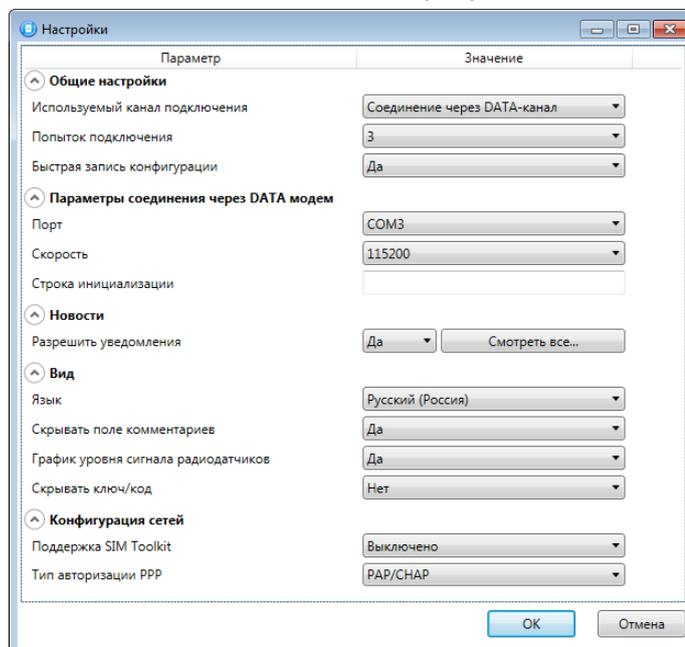

Рисунок 4.6 — Параметры подключения по каналу DATA
- Войдите в меню «Настройки» в основном окне программы, в результате чего откроется окно «Настройки» (см. рисунок 4.6). Задайте в нем перечисленные ниже параметры и нажмите кнопку ОК.